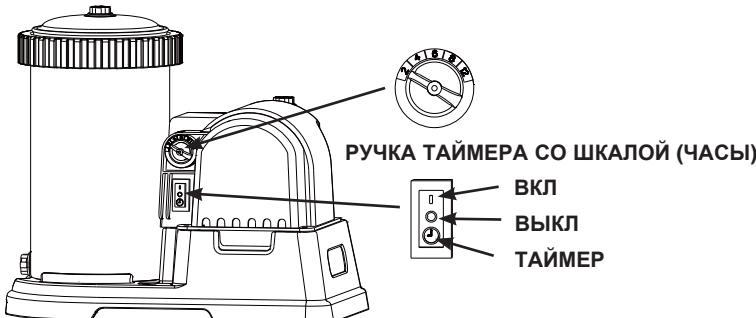

рис.10
- A. Установите ручку таймера на необходимое время работы. Смотрите Расчет времени работы. Смотрите рис.10.